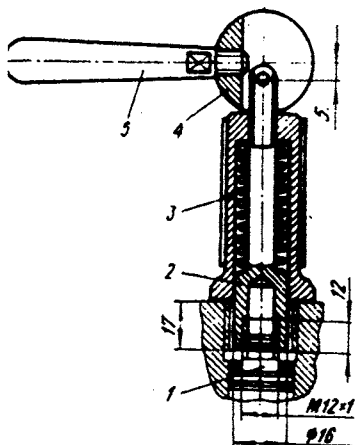

Рис. 90. Съемник седла нагнетательного клапана:
3) снять конtringящие сухари, вывернуть штуцеры и, пользуясь специальным съемником (рис. 90), извлечь из корпуса насоса седла с нагнетательными клапанами. Для снятия на- вернуть оправку 2 съемника на резьбу седла 1 нагнетательного клапана до упора втулки 3 в корпус насоса. Поворачивая эксцентрик